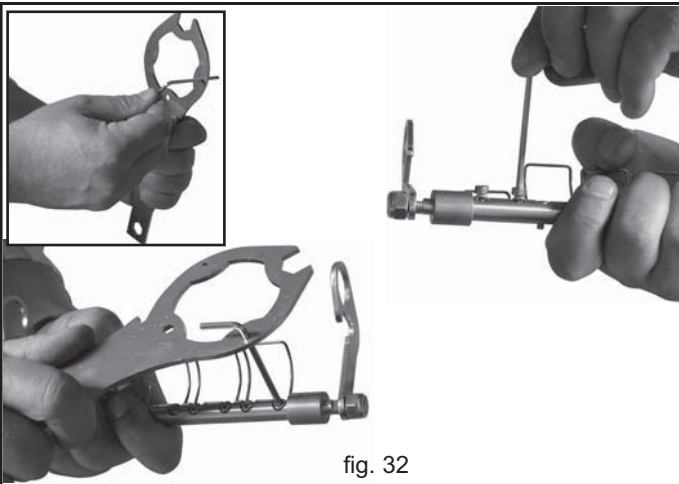

fig. 32
- 5) Mit dem Universalschluessel und einem zusaetzlichen Sechskantschluessel (nr. 3) wie im Bild gezeigt die Halteschrauben loesen, ein vollstaendiges Abschrauben ist nicht erforderlich. (Fig. 32).